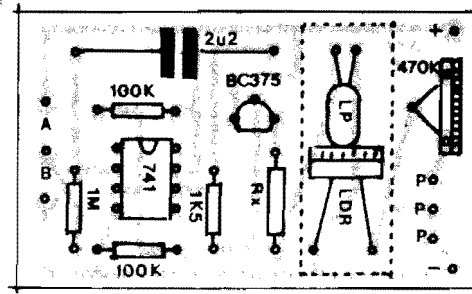

Fig.4
- **FIG. 4 - "CHAPEADO" DA MONTAGEM** - Também sem complicações, a visão da placa pelo seu lado não cobreado, em tamanho natural (notem que na figura anterior, o padrão de ilhas e pistas cobreadas também é mostrado em escala 1:1...) indica com clareza as posições, valores, códigos, polaridades e outras características importantes dos componentes... Observar a acomodação do Integrado, com sua extremidade marcada voltada para a posição ocupada pelo "capacitorzão", o lado "chato" do transistor apontando para a localização de **Rx**... Cuidado para não "trocar" os valores dos resistores em função dos lugares que devem ocupar na placa... Aproveitar para observar com quem se confrontar, diretamente, a lampadinha e o LDR, ambos devendo ter seus terminais dobrados em ângulo reto, depois da soldagem (e a partir de um pré-cálculo do comprimento necessário...), de modo que a "cara" do LDR fique bem alinhada